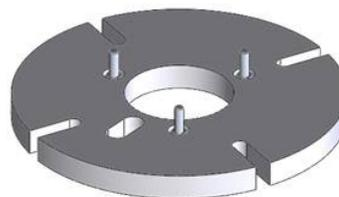

Figura 26. Bulloni prigionieri
- Verificare che i bulloni prigionieri per il fissaggio dell'alloggiamento dei cuscinetti siano inseriti sulla piastra di fissaggio (Figura 26).